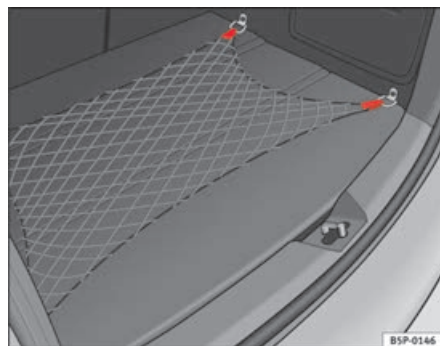

Fig. 108 Rede porta-objectos do porta-bagagens
- Utilize as anilhas de fixação existentes nas partes laterais do porta-bagagens para fixar o porta-objectos ⇒ **fig. 108**.